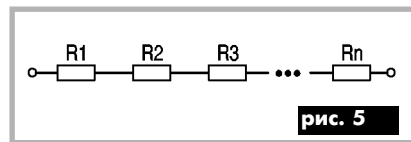

рис. 5
1. Сопротивление двух и более последовательно соединенных резисторов равно сумме их сопротивлений (рис. 5).